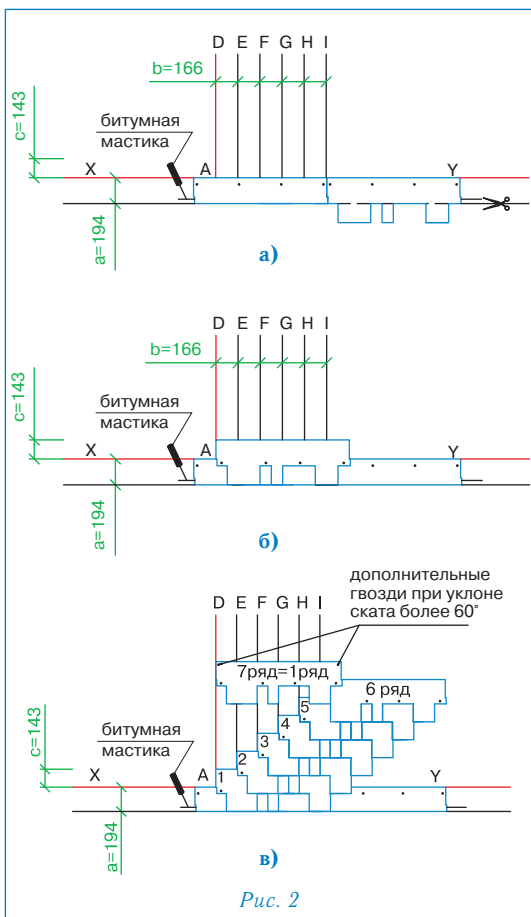

Рис. 2
Укладка материала (рис. 2)
- Начальный ряд формируется из листов черепицы ГОТИК с обрезанными лепестками. Полученные таким образом полосы шириной 19,4 см укладываются по линии карниза в обе стороны от линии I (рис. 2а) и фиксируются по нижнему краю битумной мастикой, а по верхней кромке 4 гвоздями (ось гвоздей на 5 см ниже верхнего края полосы);
- далее первый ряд черепицы укладывается от линии AD (рис. 2б);
- второй ряд укладывается от линии E (со смещением 16,6 см от AD) (рис. 2в);